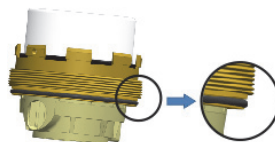

Abb. 2
- 2.9. Überprüfen, ob der mit der Messkapsel mitgelieferte O-Ring 70x2 [1] richtig sitzt. Falls dies nicht der Fall ist, muss der O-Ring [1] in die vorgesehene Nut am Zählereinsatz eingelegt werden (Abb. 2).